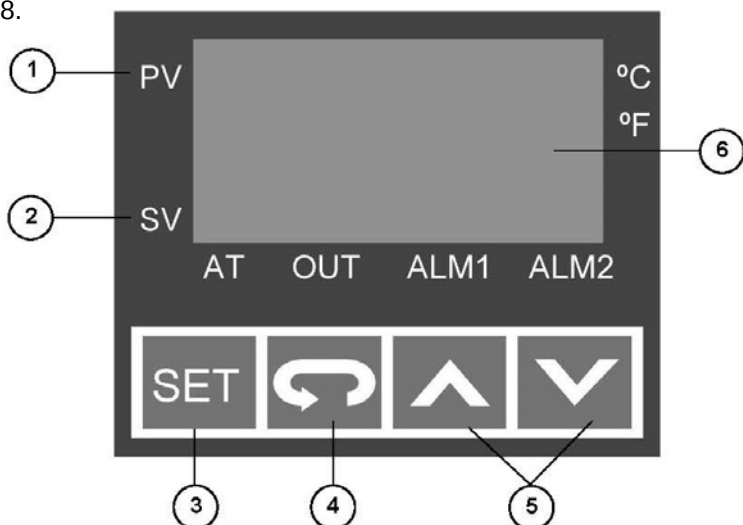

Figura 10-1
3. Per modificare il valore di impostazione della temperatura "SV", premere la freccia SU o GIÙ (Figura 10-1, elemento 5).
5. Utilizzare le frecce SU o GIÙ (Figura 10-1, elemento 5) per modificare il numero nel valore desiderato (tenendo premuti continuamente i pulsanti si verificherà una rapida modifica del valore).
6. Una volta stabilito il valore desiderato, premere il tasto set (Figura 10-1, elemento 3) per salvare le modifiche e i numeri torneranno ai normali numeri NON LAMPEGGIANTI.